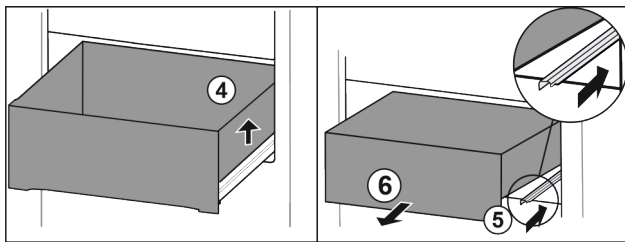

Fig. 91
- ▶ Emelje meg a fiók jobb oldalát. Fig. 91 (4)
- ▶ Tolja be a jobb oldali sínt. Fig. 91 (5)
- ▶ Vegye ki a fiókot előre felé. Fig. 91 (6)